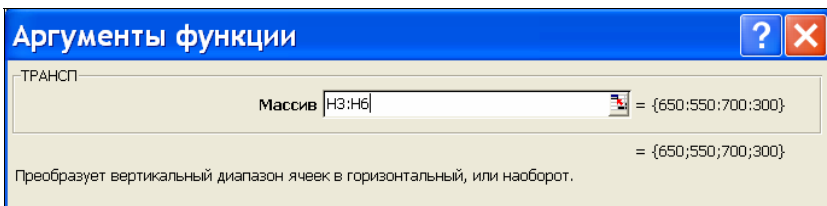

Рис. 48. Ввод аргументов функции ТРАНСП
- ввести в поле **Массив** диапазон **Н3:Н6**, выделив его на рабочем листе (рис. 48);